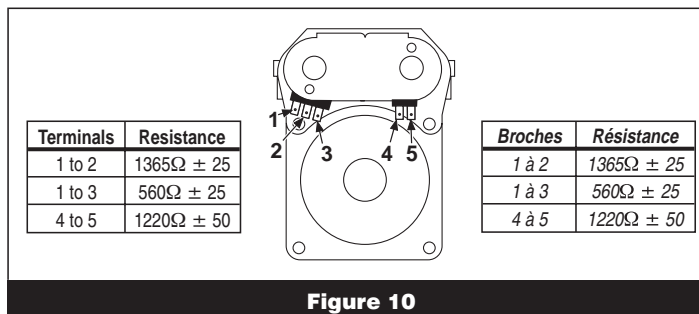

Figure 10
3. Use an ohmmeter to determine if a gas valve coil has failed. Remove harness plugs. Measure resistance across terminals. See figure 10. Readings should match those shown in the chart. If not, replace coil.
3. À l'aide d'un ohmmètre, contrôler la continuité à travers la bobine de l'électrovanne : débrancher les conducteurs et mesurer la résistance entre les broches. Voir figure 10. Les valeurs mesurées doivent correspondre aux indications du tableau. Si ce n'est pas le cas, remplacer la bobine.